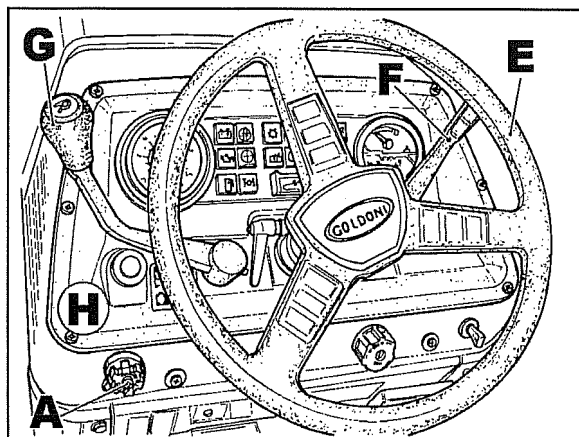
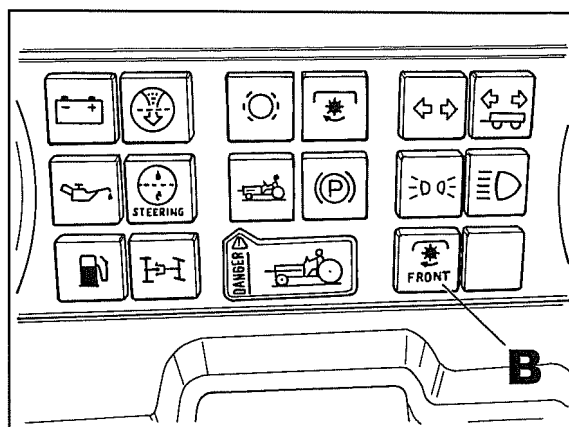
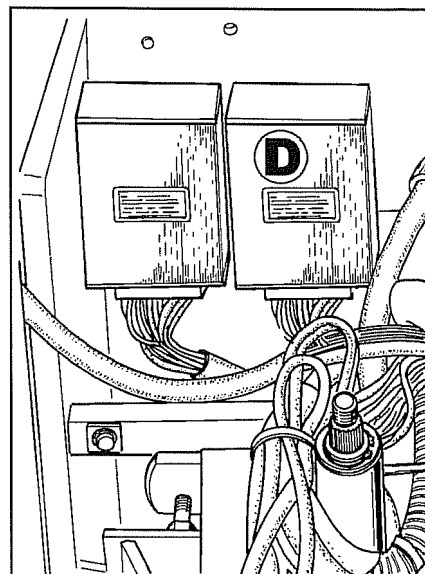

Fig. 1.1
Fig. 2.1
Fig. 4
Carregar no interruptor **A** fig. 1.1 e girá-lo para a direita, o indicador **B** fig. 2.1 no tablier inicialmente piscará indicando a fase de engate progressivo efectuada pelo grupo. Efectuado o engate a luz do indicador permanecerá fixa.
Se o engate não se efectuar, carregar no interruptor **A** fig. 1.1 para fazê-lo retornar para a posição original, levar o motor para um regime de rotações mais elevado, logo, repetir as operações acima descritas.
Se ao invés de 12 o valor for inferior ou nulo, é necessário procurar a avaria: na cablagem, na massa, no interruptor **A** fig. 1.1 ou no grupo **D** fig. 4.
2.2 Tirar o volante **E** fig.1.1, a alavanca do acelerador de mão **F**, a alavanca redutor-inversor **G** depois tirar o tablier **H**.